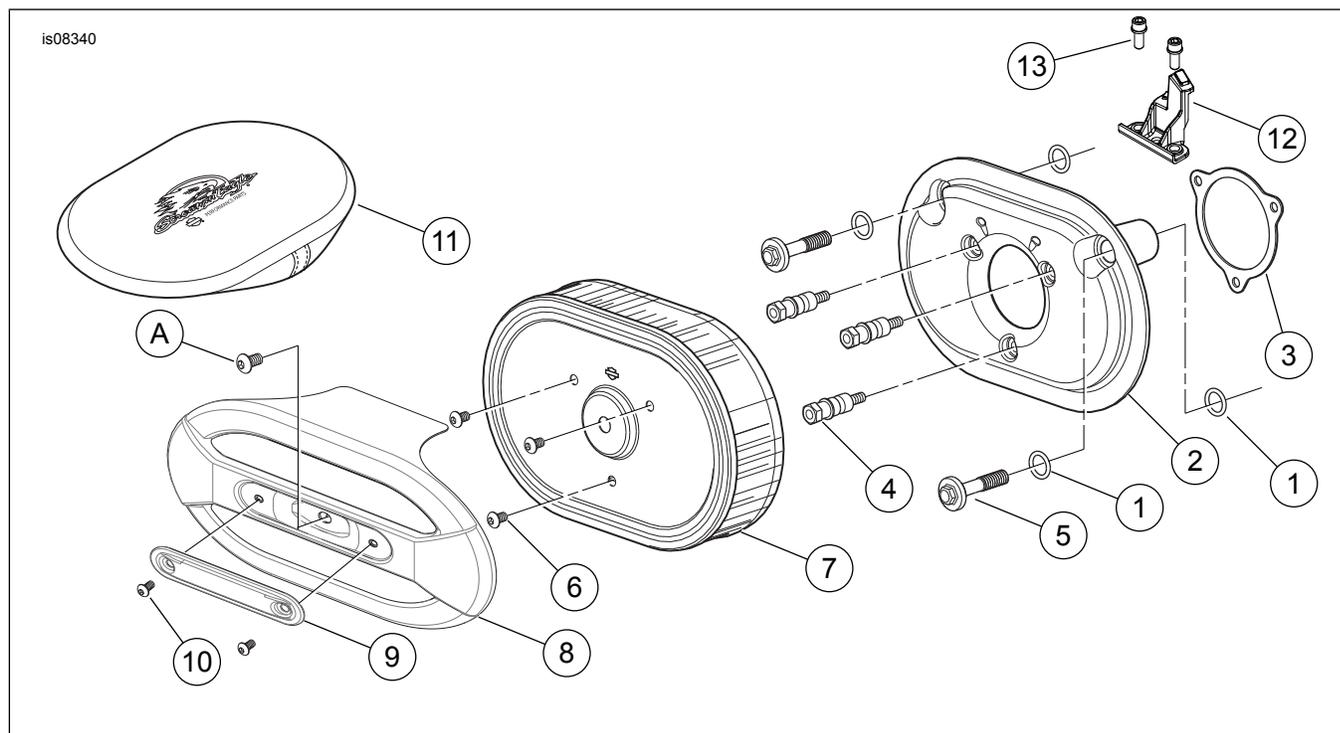

Abbildung 3. Ersatzteile: Screamin' Eagle Ventilator Elite Performance-Luftfiltersatz
Siehe Abbildung 3 und Tabelle 1.
1. Siehe Abbildung 3. ACR-Clip (12) auf die Vorsprünge der Ansaugereinheit installieren, wo die Stützhalterung montiert war. Mit Schrauben (13) befestigen. Die Schrauben auf ein Drehmoment von 3,4–4,5 N·m (30–40 **in-lbs**) anziehen.
3. Zwei O-Ringe (1) in die Nuten um die Entlüftungsschraubenlöcher in der Ansaugereinheitsseite der Grundplatten-Baugruppe (2) einbauen. Die restlichen O-Ringe in die Nuten an der Unterseite der Köpfe der Entlüftungsschrauben (5) einbauen.
4. Die Schutzfolie von der Klebstoffseite der Dichtung (3) abziehen. Die Klebstoffseite der Dichtung behutsam auf der Grundplatte ansetzen. Die abstandsgleichen Schraublöcher ausrichten. Die Dichtung fest andrücken.
5. Die neuen Entlüftungsschrauben (5) durch die Grundplatte einsetzen.
8. Die Luftfilter-Befestigungsbolzen (4) ganz durch die Grundplatte (2) eindrehen, bis die Schraubengewinde in die Ansaugereinheit eingreifen. Befestigungsteile locker lassen.
1. Siehe Abbildung 3. Den Luftfiltereinsatz (7) mit drei Hochglanz-TORX[®]-Schrauben (6) aus dem Satz an den Luftfilter-Befestigungsbolzen (4) sichern. Die Schrauben auf ein Drehmoment von 6,2–6,8 N·m (55–60 **in-lbs**) anziehen.
2. Loctite 243 – blau auf die Gewindegänge der Original-Luftfilterabdeckungsschraube (A) auftragen. Die Luftfilterabdeckung (8) mit der Schraube am Luftfiltereinsatz (7) sichern. Schraube auf ein Drehmoment von 4,1–6,8 N·m (36–60 **in-lbs**) anziehen.
3. Den Einsatz der Luftfilterabdeckung (9) mit zwei Chromschrauben (10) an der Luftfilterabdeckung anbringen. Sicher anziehen.
1. Siehe Abbildung 3. Die Luftfilterabdeckung (8) entfernen und den Filtereinsatz (7) alle 8.000 km (5000 mi) oder bei staubigen Bedingungen häufiger prüfen.